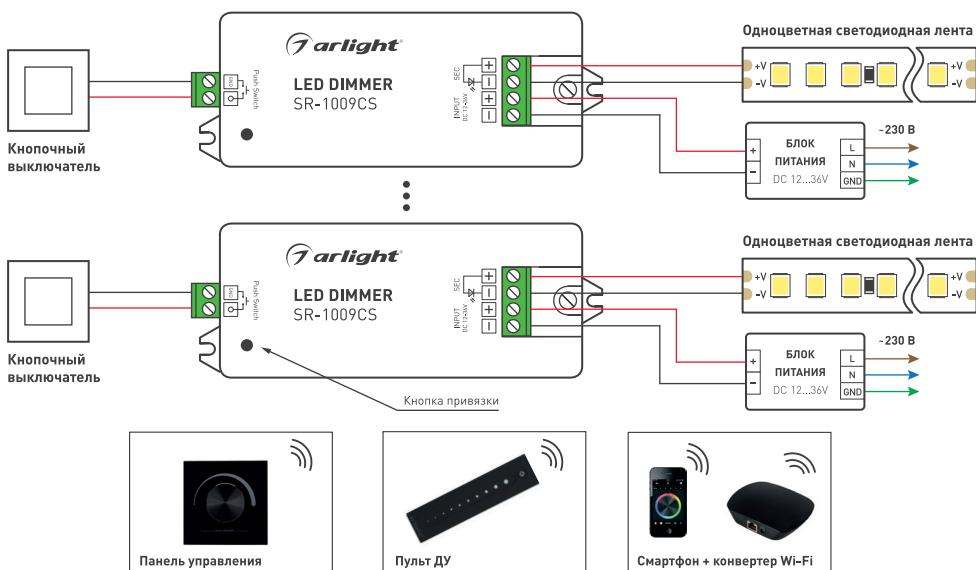

Рисунок 2. Схема подключения на примере контроллера SR-1009CS.
8. Подключите диммеры и светодиодную ленту [см. инструкции к используемому оборудованию]. Пример подключения диммеров приведен на Рис. 2.